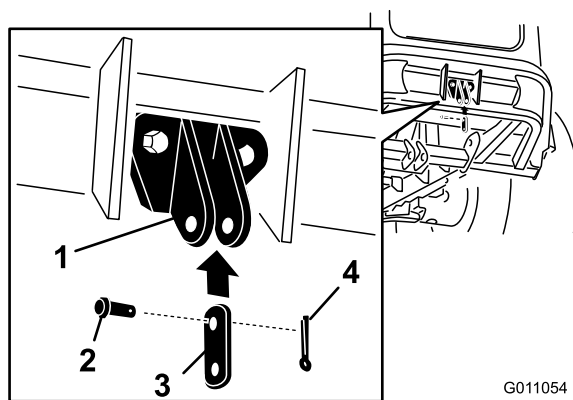

Figure 8
- Montez la bielle sur son support avec un petit axe de chape et une petite goupille fendue (Figure 8).